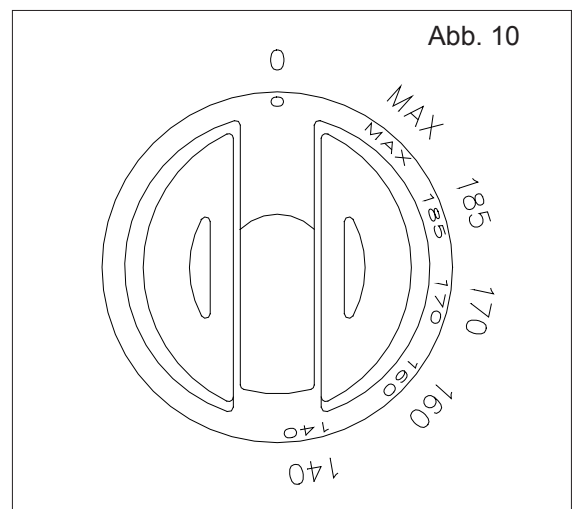

Abb. 10
- Knopf um eine Stellung im Uhrzeigersinn drehen (Abb.10). Die grüne Kontrolllampe leuchtet auf.
- Den Drehknopf (Abb. 10) auf die gewünschte Temperatur stellen.
- Den Drehknopf (Abb. 10) wieder auf Position "0" stellen